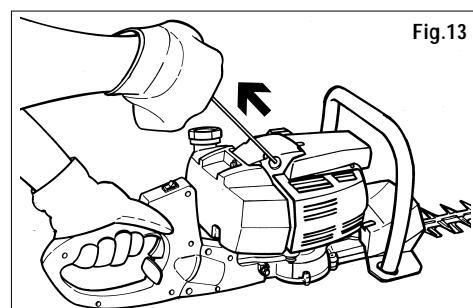

Fig.13
- 7) Tirer à fond jusqu'à 3 fois la poignée du câble de démarrage (fig.13).
- 9) Tirer le lanceur (fig. 13) jusqu'au démarrage du moteur.